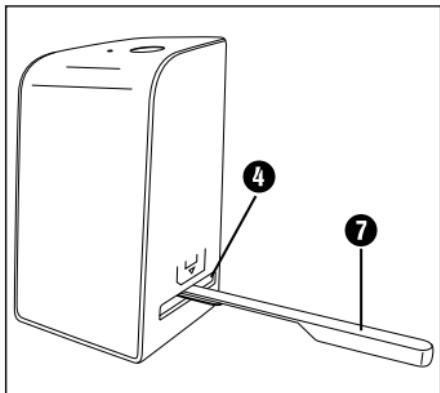

Abbildung 3
- ◆ Reinigen Sie die Oberfläche der Hintergrundbeleuchtung im Inneren des Gerätes mit der Reinigungsbürste 7. Schieben Sie dazu die Reinigungsbürste mit der Reinigungsfläche nach unten nur in den rechten Einschub 4 (siehe Abbildung 3).